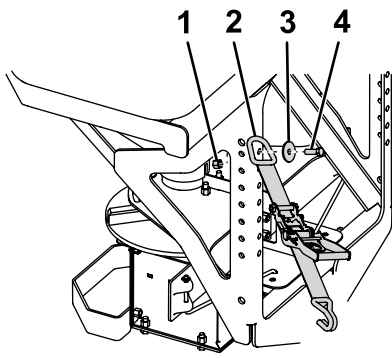

Figure 5
1. Fixez les anneaux en D des sangles à cliquet dans les trous supérieurs à l'extérieur du cadre de l'épandeur à l'aide d'un boulon ( $\frac{1}{2}$  po), d'une rondelle ( $\frac{1}{2}$  po) et d'un contre-écrou ( $\frac{1}{2}$  po), puis serrez les boulons à 76 N·m (56 pi-lb) (Figure 5).